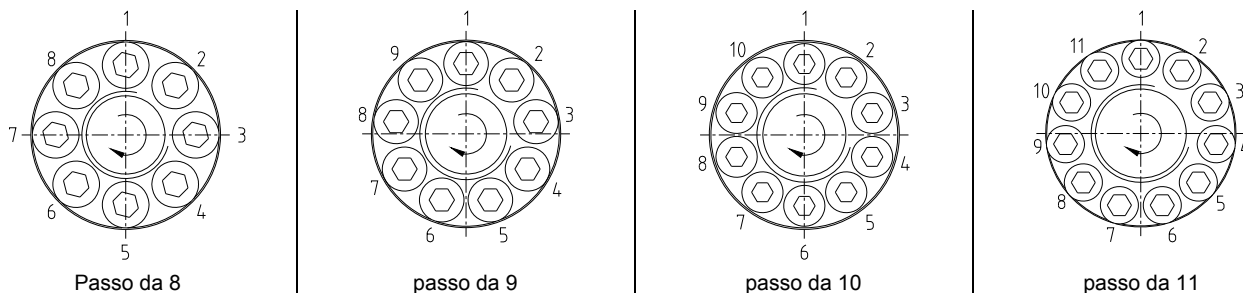

Figura 27: Serraggio delle viti di pressione (una dopo l'altra)
- Ora stringere tutte le viti di pressione una dopo l'altra e a più riprese, finché tutte le viti presentano la piena coppia di serraggio (figura 27).